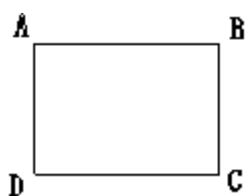

图 3-2 绘制四方形
**实例 1:** 绘制四方形，如图 3-2 所示是一个矩形，四条线段首尾相连形成封闭的四边形，其操作如下：
线的起始点:	点取 A 点，如图 3-2 所示